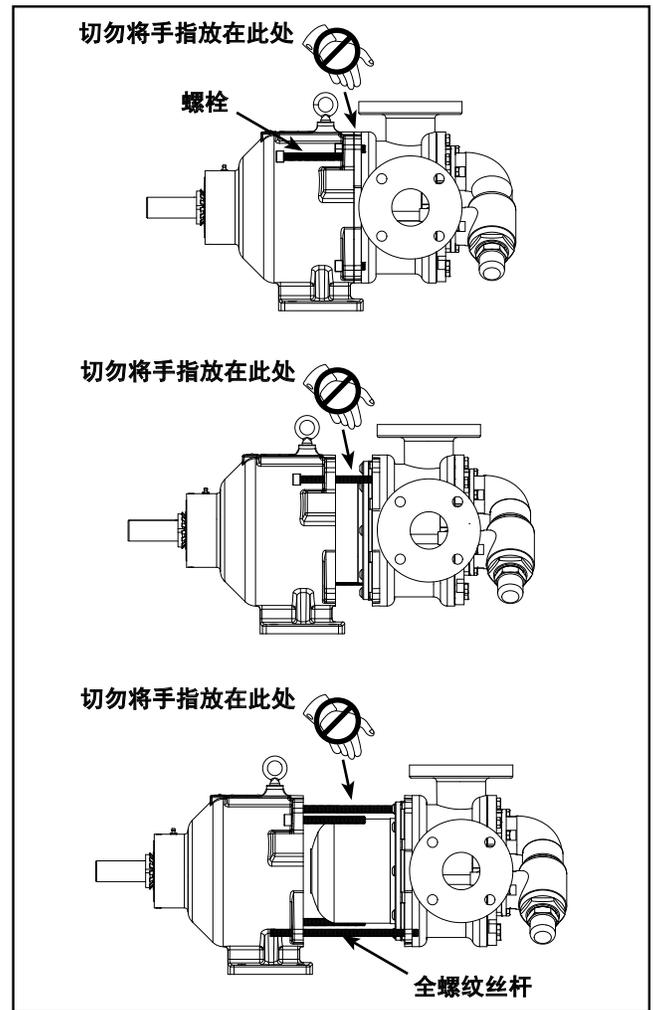

图 7
8. 利用支架上的拆卸螺栓（14）将内外磁组件（57和58）分离，见图7中所示的步骤，为了保证泵头与支架组件准确对中和更安全起见，建议用两个长6-8”的全螺纹丝杆，拧入转接板上与螺栓14对角的两个螺栓孔，并穿进支架上相对应的螺栓孔内。